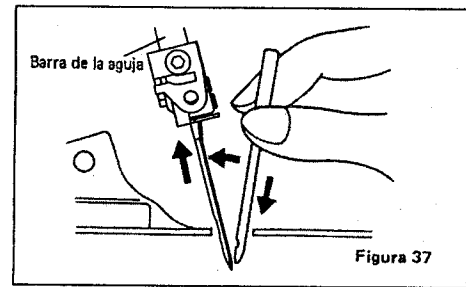

Figura 37
3. Ponga la punta de la nueva aguja en el orificio de la placa de agujas y, luego la cabeza de la aguja en el orificio de la barra de la aguja hasta el stoppe fina. (Ver Figura 37)